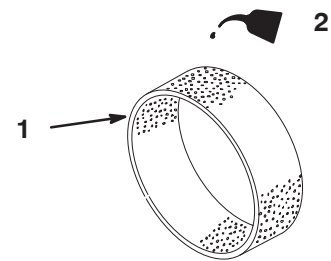

Bild 29
4. Gießen Sie 30–60 ml Öl auf den Einsatz (Bild 29).